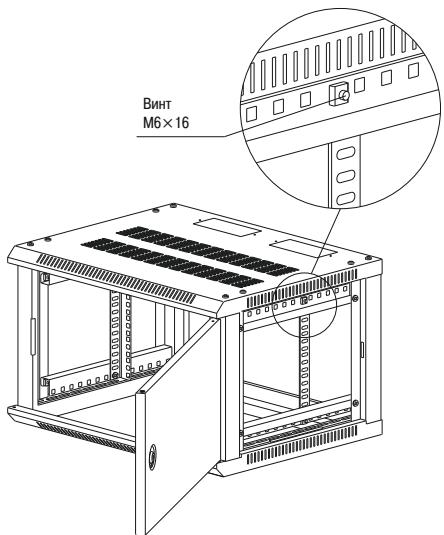

Рисунок 14
3.4 Вставьте кузовные гайки в планки на нужной глубине шкафа и закрепите монтажные профили на планках винтами M6×16 (рисунок 14).